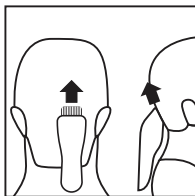

Figura 3
- Manter a parte superior do aparelho apontada para cima e dar início ao corte, começando pelo meio da cabeça na base do pescoço (Figura 3).